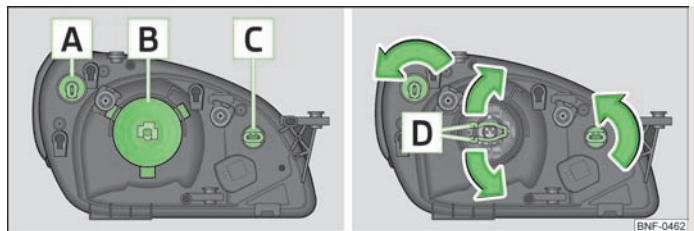

Fig. 120 Fari sinistri - Vano motore: Disposizione / Smontaggio lampadina
A - Indicatori di direzione anteriori » fig. 120
- › Girare il portalampada **A** in senso » fig. 120 **antiorario** sino al completo arresto e quindi estrarlo.
- › Estrarre il portalampada della lampadina **B** » fig. 120.
- › Girare il portalampada **C** in senso » fig. 120 **antiorario** sino al completo arresto e quindi estrarlo.